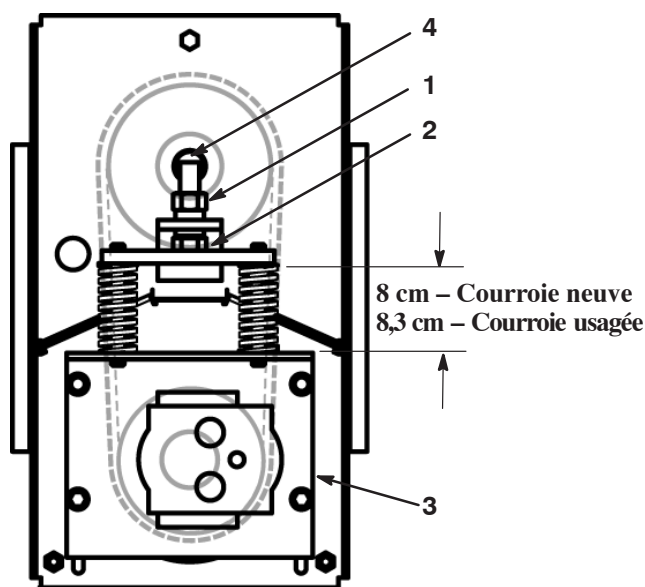
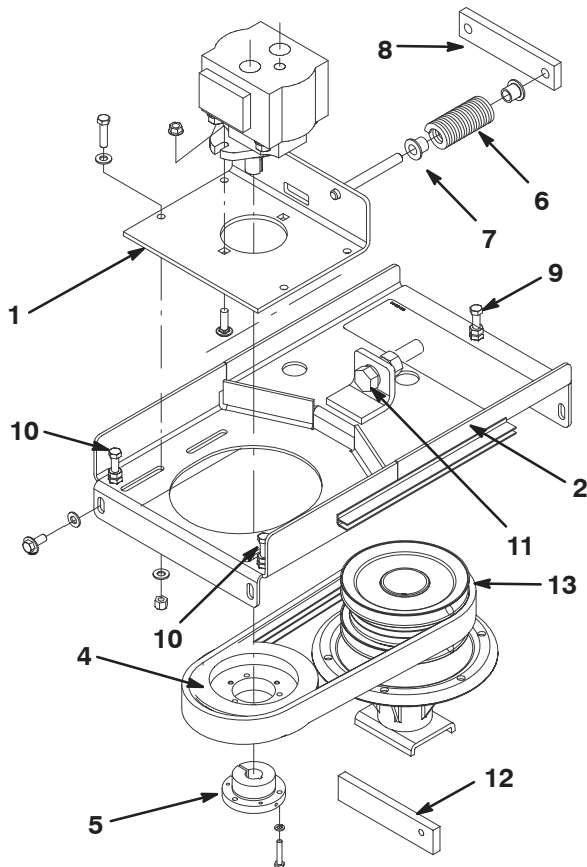

Figure 66
Figure 68
3. Desserrez l'écrou de blocage et détendez les ressorts en desserrant le boulon tendeur (Fig. 66).
4. Desserrez les (4) vis de fixation de la plaque coulissante au support moteur (Fig. 66).
5. Serrez le boulon tendeur jusqu'à ce que les ressorts soient comprimés à la dimension indiquée dans la figure 66.
6. Serrez l'écrou de blocage pour bloquer le réglage (Fig. 66).
7. Serrez les (4) vis de fixation de la plaque coulissante au support moteur (Fig. 66).
2. Desserrez l'écrou de blocage et détendez les ressorts en desserrant le boulon tendeur (Fig. 68).
4. Vissez l'écrou sur la vis de réglage et vissez la vis à l'arrière du support moteur (Fig. 68).
5. Desserrez les (4) vis de fixation de la plaque coulissante au support moteur (Fig. 68).
6. Retirez les (4) vis et rondelles de fixation du support moteur au plateau (Fig. 68).
8. Positionnez le support moteur sur le plateau et passez la courroie autour de la poulie d'entraînement (Fig. 68). Veillez à ne pas plier, tordre, déformer ou endommager les flexibles hydrauliques.
9. Fixez le support moteur au plateau en serrant légèrement les (4) vis et rondelles retirées précédemment.
10. Contrôlez la hauteur de la poulie d'entraînement (Fig. 68) comme suit :
- Glissez le calibre de hauteur (Fig. 68) sous la poulie d'entraînement (pas sous la bague de blocage conique).
- Serrez ou desserrez de la même façon (3) vis de réglage (Fig. 68) jusqu'à ce que le bas de la poulie soit au même niveau que le calibre de hauteur (environ 3,8 cm).
- Serrez les (4) vis et rondelles de fixation du support moteur au plateau de coupe.
11. Serrez le boulon tendeur jusqu'à ce que les ressorts soient comprimés à la dimension indiquée dans la figure 66.
12. Serrez l'écrou de blocage pour bloquer le réglage (Fig. 66).
13. Serrez les (4) vis de fixation de la plaque coulissante au support moteur (Fig. 66).
4. Desserrez les (4) vis de fixation de la plaque coulissante au support moteur (Fig. 68).
5. Retirez les (4) vis de fixation du support moteur au plateau de coupe (Fig. 68).